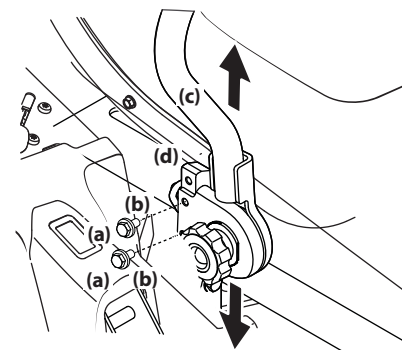

Figure 4-10
1. Retirez les boulons (a) et les rondelles plates (b) qui fixent les barres de conduite (c) aux supports pivotants (d). Voir Figure 4-10.